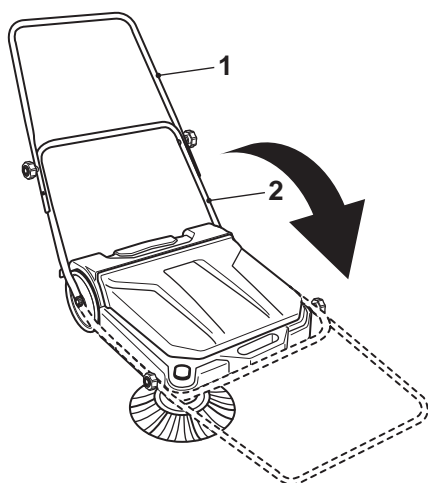

Fig. 8
- > Nous recommandons de plier les barres de la poignée [1, 2] et de poser l'appareil contre un mur pour économiser de l'espace (Figs. 8, 9).